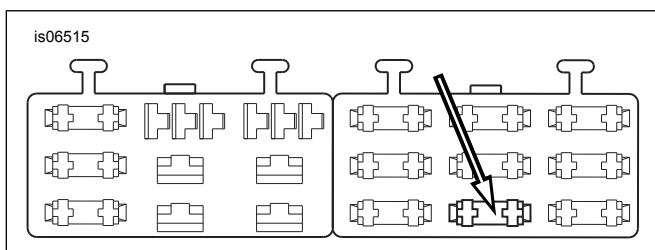

Abbildung 9. Sicherungsblockhohlraum „OPEN“ (Dyna-Modelle ab 2004)
- Siehe Abbildung 9 >. Den als „OPEN“ (nicht belegt) ausgewiesenen Sicherungshohlraum (1) an der Sicherungsblockabdeckung im rechten Sicherungsblock ausfindig machen. Dieser Stromkreis muss von einer Seite her mit einem Kabel versehen sein; es ist aber kein dazu gehörendes Kabel bzw. keine Sicherung vorhanden. Den Kontakt des orange/weißen Adapterkabels bis zum Anschlag einführen. An einem benachbarten, im Werk eingebauten Kontakt orientieren, um zu prüfen, ob der Kontakt richtig ausgerichtet und tief genug eingesetzt ist.